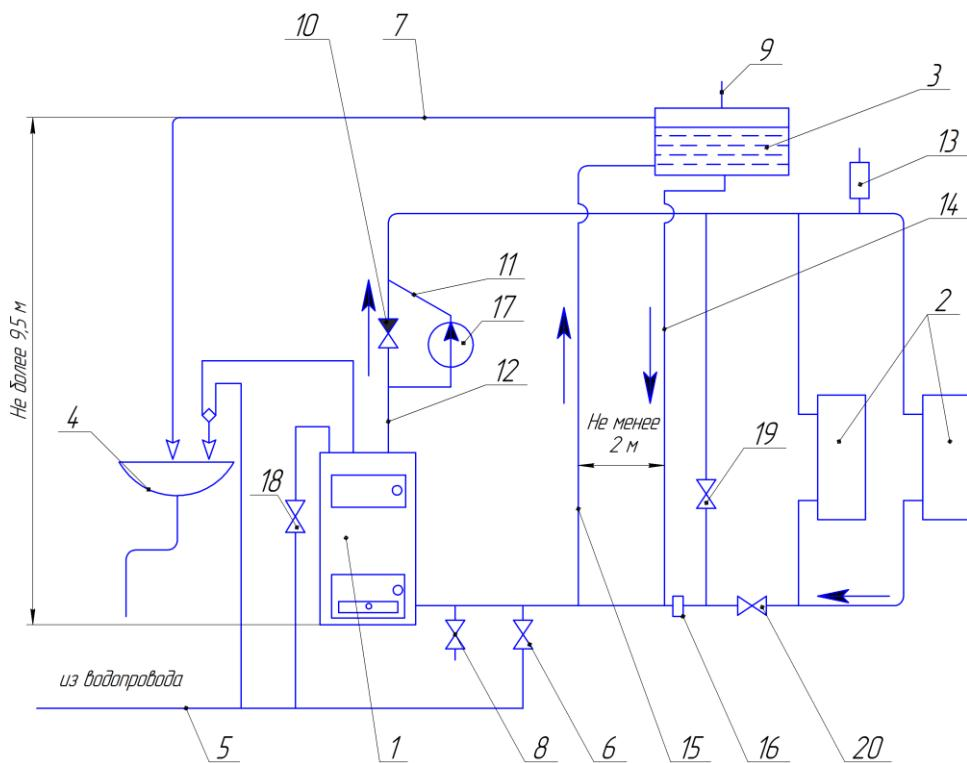

Рисунок 6.5 - Схема присоединения котла с водоподогревателем к отопительной системе с искусственной циркуляцией.
6.8 При необходимости для создания циркуляции горячей воды в системах отопления можно использовать циркуляционный насос, например насос НЦ 6,3 / 7,1 (рисунок 6.3 и рисунок 6.5).
9.2 При длительном водозаборе горячей воды целесообразно увеличить форсировку котла и довести температуру воды в кotle до 85-90 °С, для этого необходимо пробковый кран 12 рисунок 6.4 (19 рисунок 6.5) открыть, кран 13 рисунок 6.4 (20 рисунок 6.5) закрыть. При этом перекрывается система отопления. После окончания водозaborа горячей воды и для восстановления циркуляции воды в системе отопления пробковый кран 13 рисунок 6.4 (20 рисунок 6.5) открыть, а кран 12 рисунок 6.4 (19 рисунок 6.5) закрыть. Для обеспечения длительного водозaborа с постоянными параметрами воды, котел должен работать в стационарном режиме (с постоянным расходом газа или постоянной форсировкой топки при сжигании твердого топлива).
9.3 При использовании горячей воды в зимнее время кран 12 рисунок 6.4 (19 рисунок 6.5) не открывать на длительное время во избежание замерзания воды в системе отопления.